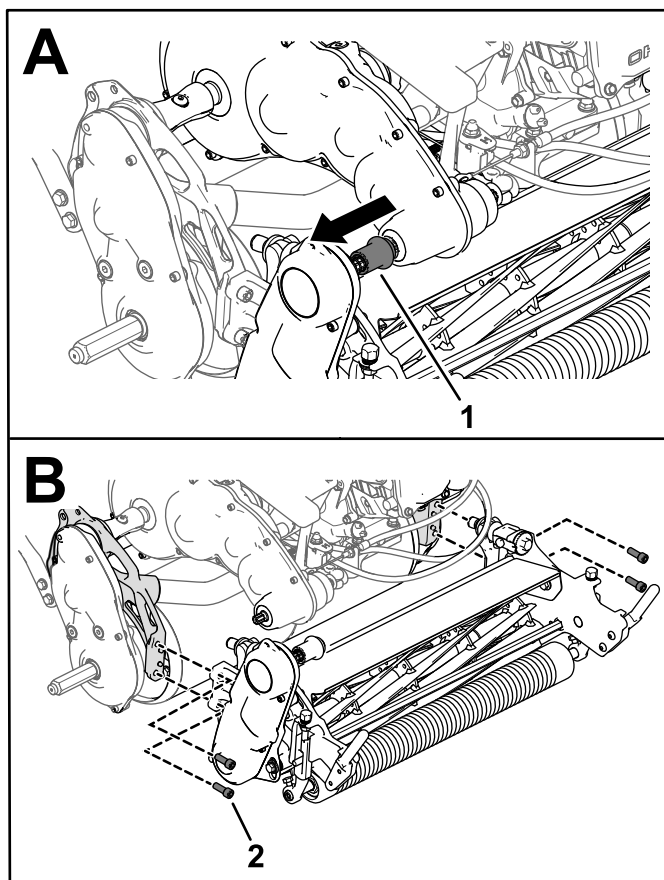

Bild 50
3. Lösen Sie die Mähwerk-Antriebskupplung von der Getriebeantriebswelle (Bild 50).
4. Entfernen Sie die Bundkopfschrauben, mit denen das Mähwerk am Rahmen befestigt ist (Bild 50).